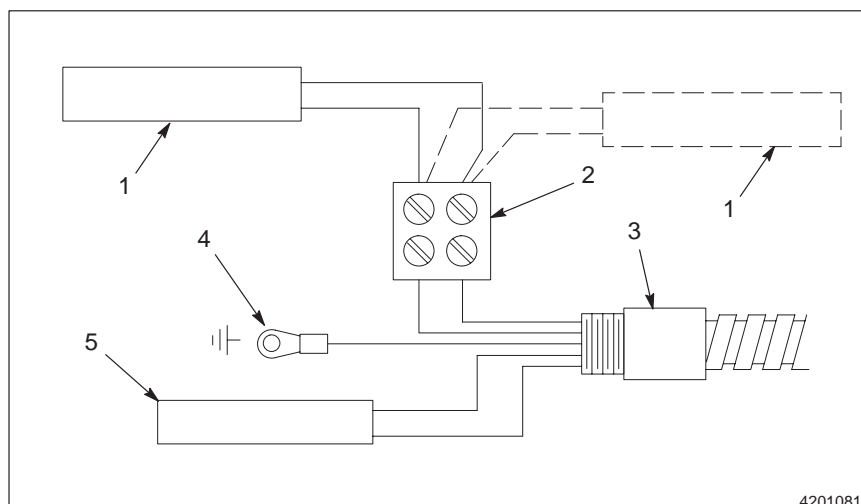

Fig. 6-2 Schéma type des connexions électriques de la résistance chauffante d'un pistolet à sonde
- d. Consulter les figures 6-2 ou 6-3. Insérer les embouts dans des borniers de manière à ce que les nouvelles connexions correspondent exactement aux connexions précédentes des fils.